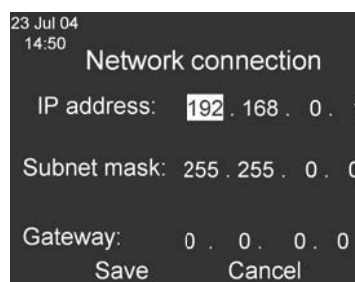

Figure 27 : Connexion réseau - Adresse IP
3. Lire l'adresse IP dans la fenêtre de configuration du réseau (Figure 27).